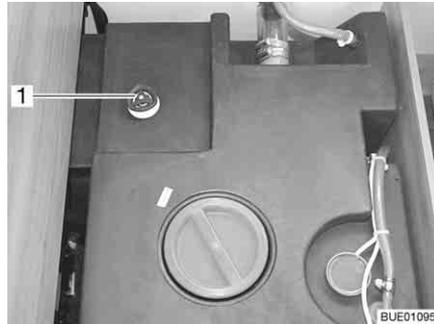

Fig. 238 Réservoir d'eau avec poignée tournante
- Faire tourner à fond dans le sens des aiguilles d'une montre la poignée tournante (Fig. 238,1) située sur le réservoir d'eau.
- Faire tourner la poignée tournante (Fig. 238,1) située sur le réservoir d'eau dans le sens inverse des aiguilles d'une montre jusqu'à ressentir une résistance. L'eau s'écoule, 60 litres restent.